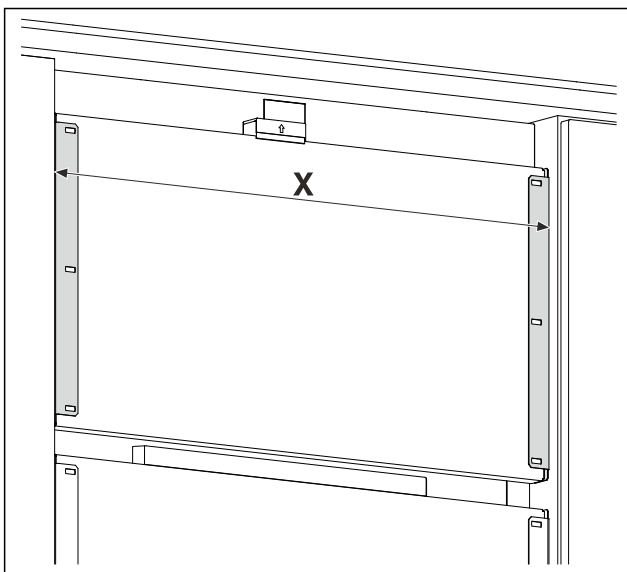

Fig. 18 Примерное изображение
- ▶ Измерьте расстояние Fig. 18 (X) между наружными краями крепежных уголков.